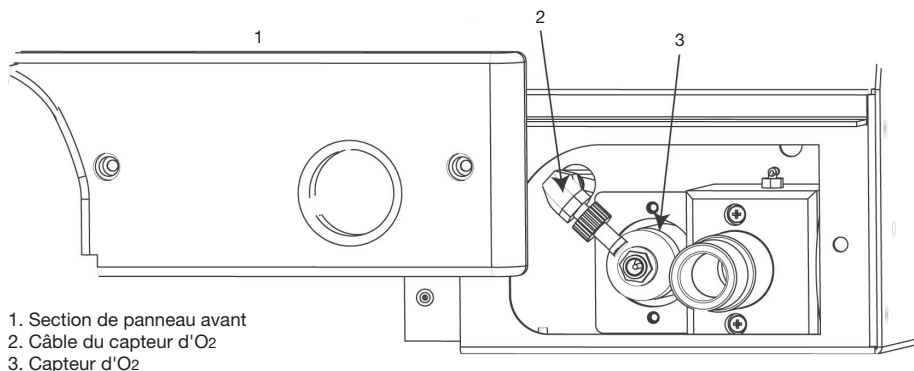

Figure 6-11 Dépose de la section de panneau
2. À l'aide d'un tournevis ou d'une pièce de monnaie, desserrez les deux vis sur la section inférieure droite du panneau avant et enlevez-le pour découvrir le capteur d'oxygène. Voir la Figure 6-11.